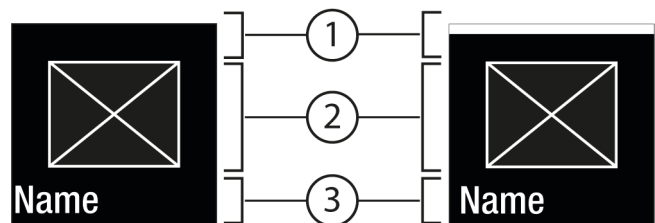
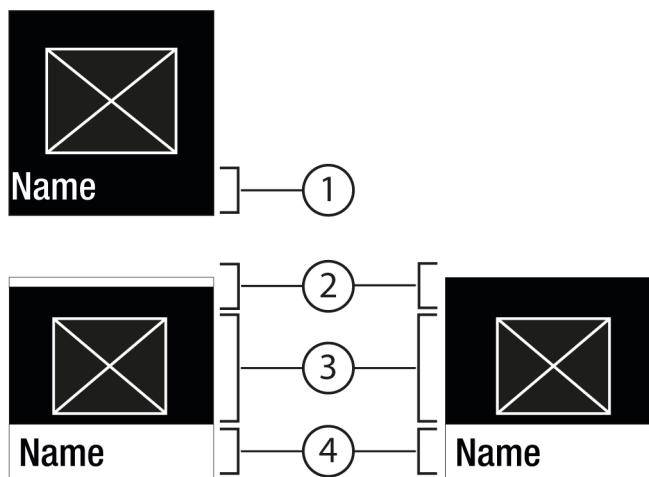

Fig. 6
Fig. 7
- Kinnitamine Fig. 5 (2) abil alammenüü Fig. 7 (4) ettekutsumine.
- Uue väärtuse seadistamine: Kinnitamine Fig. 5 (2) abil deaktiveeritud väärtuse Fig. 6 (1) väljavalimine.
- Tagasi menüüsse: Kinnitamine Fig. 5 (2) abil juba aktiveeritud väärtuse Fig. 6 (2) väljavalimine.
- ▷ Olek: aktiveeritud Fig. 6 (1) ilmub korraga alammenüüsse Fig. 7 (4).